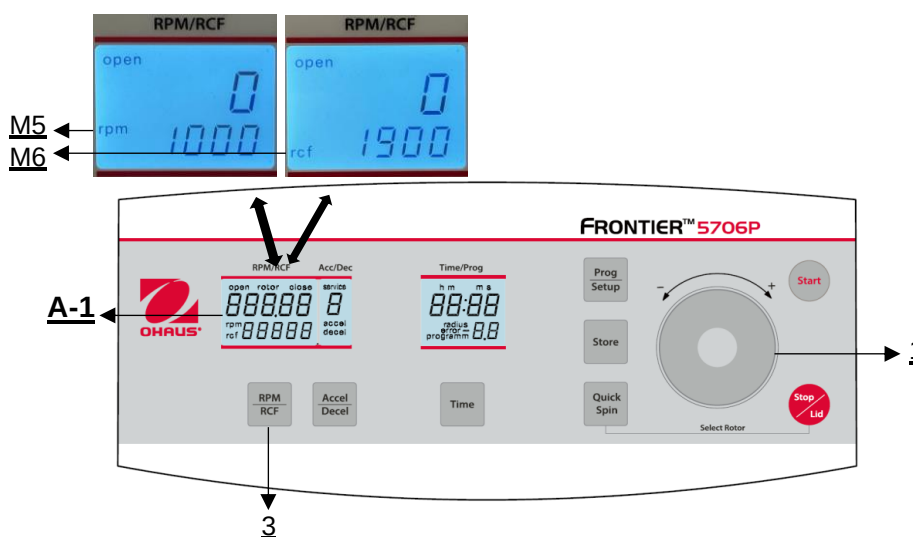

Figura 17
La preselección se activa mediante la tecla **"RPM | RCF"** (3) (véase la **figura 17**). Pulsando una vez la tecla parpadea la palabra **"rpm"** (M5). Pulsando la tecla dos veces se puede seleccionar la preselección de las fuerzas centrífugas. A continuación aparece la palabra **"rcf"** (M6) parpadeando. Puede ajustar los valores deseados con la rueda táctil (1). En la pantalla (A-1) se muestra permanentemente el valor regulado, antes, durante y después de la marcha.